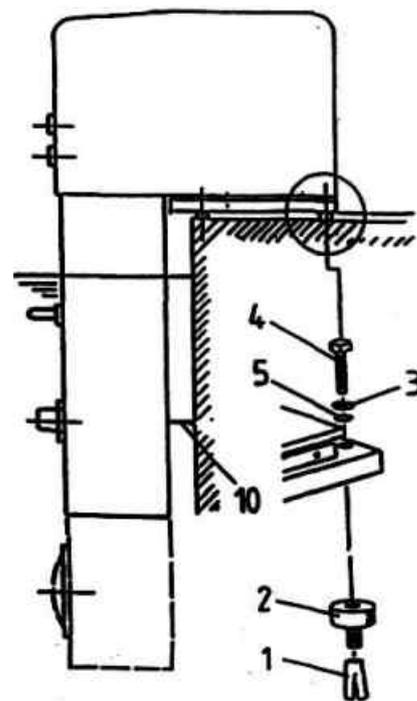

Рис. 1
5. **Всаживать** медный распорный палец (1) и навинчивать и упругий металлический амортизатор (2), см. рис. 1. Нужно соблюдать, что пальцы с амортизаторами прочно закреплены в фундаменте с целью прочной установки оборудования впоследствии.
6. Насаживать оборудование на металло-упругий амортизатор и закрепить при помощи винта с шестигранной головкой (4) зубчатыми дисками (3) и вкладными шайбами (5), см. рис. 1.
7. Расстояние между корпусом и краем бассейна выравнивается посредством дистанционной компенсации (10 / рис. 1). Таким образом, установке дают дополнительную устойчивость.
8. Надевать тканевый рукав (6) 0 14 мм, для воздушно-жемчужного плавания на насадку для регулирования воздуха и закрепить посредством зажима (7). Смотри рис.